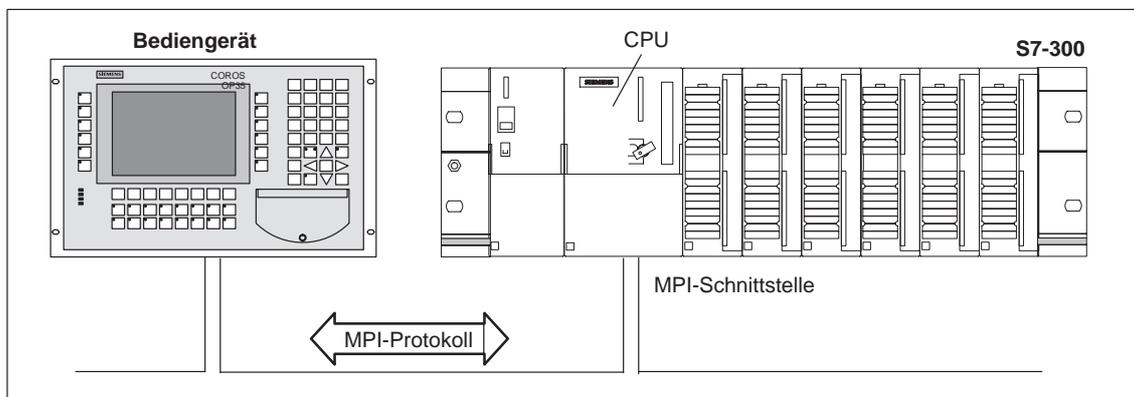

Bild 1-7 MPI-Kopplung
**Anschluß** Das Bediengerät wird über die integrierte MPI-Schnittstelle der CPU an die SIMATIC S7 angeschlossen (Bild 1-7).